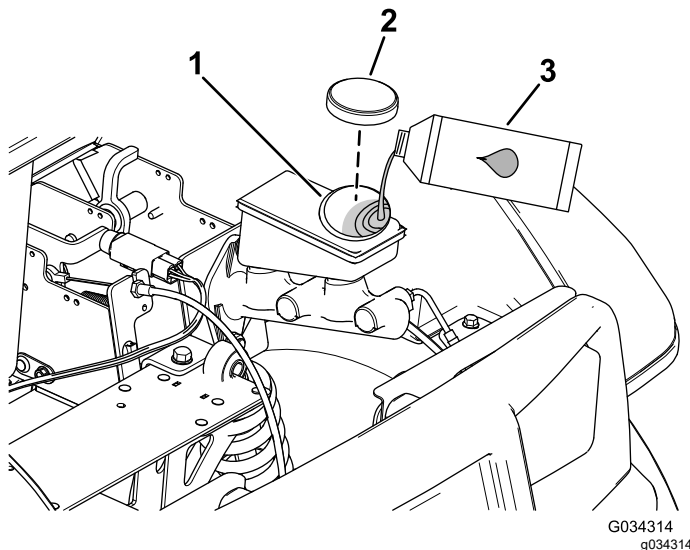

Figura 55
2. Ridicai capota pentru a avea acces la cilindrul principal de frână i la rezervor (Figura 55).
- A. Curăai zona din jurul capacului rezervorului i scoatei capacul (Figura 55).
- C. Montai capacul rezervorului (Figura 55).